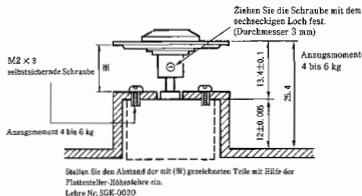

Abb. 8
(1) Führen Sie den Austausch des DC Motors (D2) und des Plattentellers wie folgt durch:
- Nach dem Einbau des Ersatzplattentellers (Metall) müssen Sie den Abstand einstellen (Abb. 8).